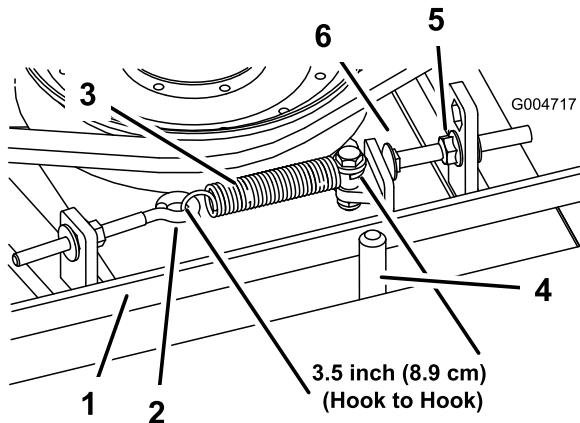

Bild 65
Wenn der Treibriemen richtig gespannt ist, sollte die Messung an der Verlängerungsfeder (Haken zu Haken) innen ungefähr $8,9 \text{ cm} \pm 6 \text{ mm}$ betragen. Wenn die Federspannung richtig ist, stellen Sie die Anschlagsschraube (Schlossschraube) ein, bis der Abstand zwischen dem Schraubenkopf und dem Spannung ungefähr $3 + 1,5/0,0 \text{ mm}$ beträgt (Bild 65).
Hinweis: Achten Sie darauf, dass der Riemen auf der Federseite der Riemenführung positioniert ist (Bild 65).
- Lösen Sie den Augenbolzen, um die Verlängerungsfeder abzunehmen (Bild 65).
- Lösen Sie die Bundmutter, mit der die Anschlagsschraube an der Befestigungslasche befestigt ist. Schieben Sie die Mutter so weit zurück, dass der Spannarm an der Anschlagsschraube vorbeigeführt werden kann (Bild 65). Bewegen Sie
- Setzen Sie die Verlängerungsfeder (Bild 65) wieder in den Augenbolzen ein und spannen Sie den Riemen wie folgt: